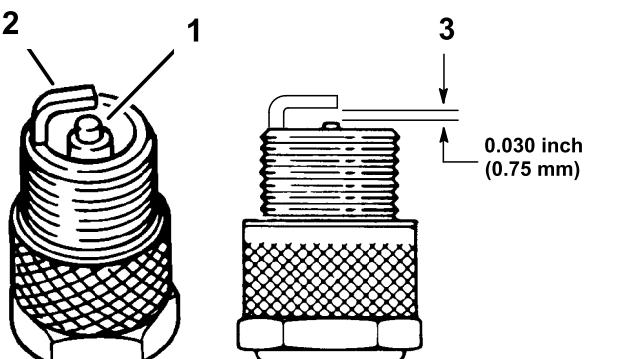

Рисунок 19
1. Осмотрите середину каждой свечи зажигания (Рисунок 19). Если на изоляторе заметен светло-коричневый или серый налет, то двигатель работает должным образом. Черный налет на изоляторе обычно означает, что загрязнен воздухоочиститель.
2. Проверьте зазор между центральным и боковым электродами (Рисунок 19). Если зазор неправильный, отогните боковой электрод (Рисунок 19).
3. Присоедините провода к свечам зажигания (Рисунок 19).